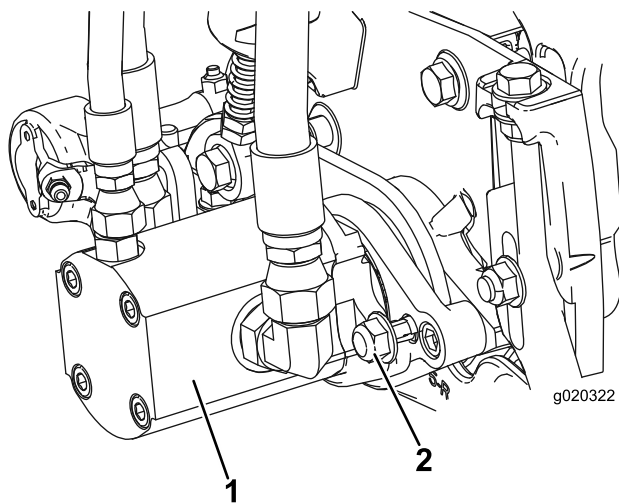

Figure 13
16. Montez le moteur en le tournant dans le sens horaire jusqu'à ce que les brides passent les contre-écrous (Figure 13). Tournez le moteur dans le sens antihoraire jusqu'à ce que les brides encerclent les écrous, puis serrez les écrous.